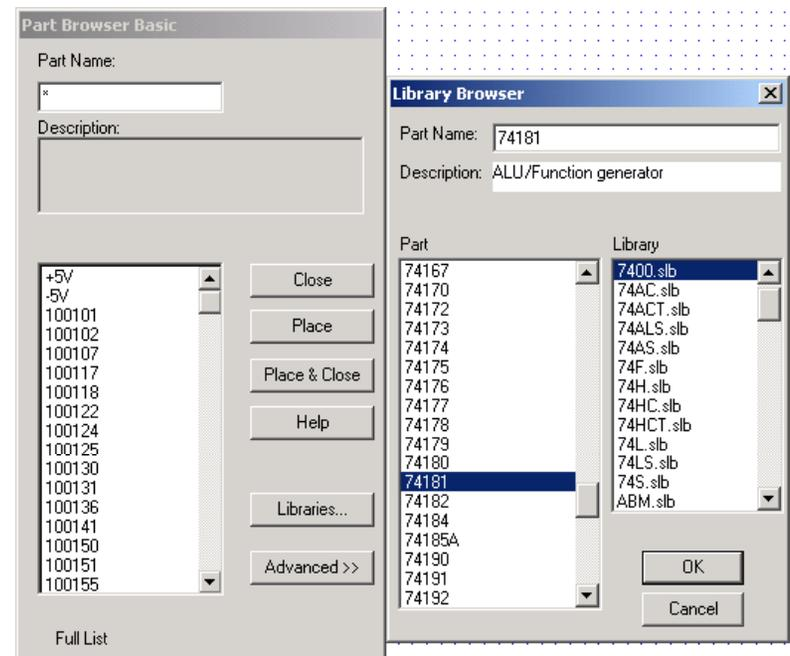

Рис. 2. Окно браузера библиотек
2. Ввод символов компонентов осуществляется по команде *Draw/Get New Part*. На экран выводится диалоговое окно Part Browser Basic. Для просмотра всего списка библиотечных файлов, имеющих расширение .SLB, надо щелкнуть по кнопке Libraries. После чего открывается следующее окно Library Browser (браузер библиотек) (рис. 2)